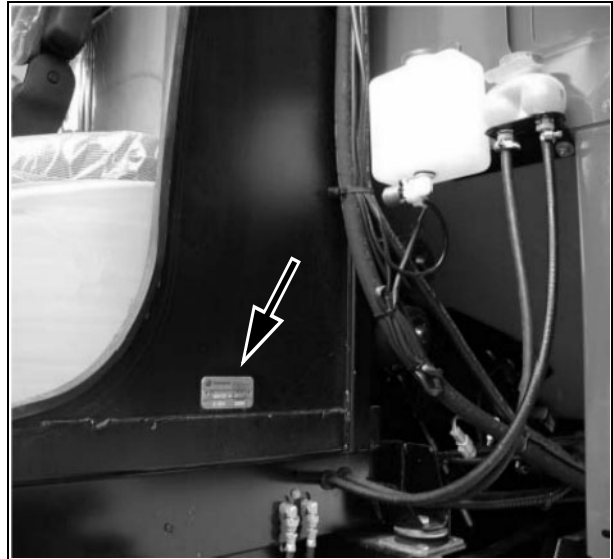

Рис. 7
**Идентификация кабины - Рис. 7**